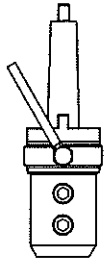

図 19
#### (1) ホルダ MT03075 サイドロック Ass'y (図 19)